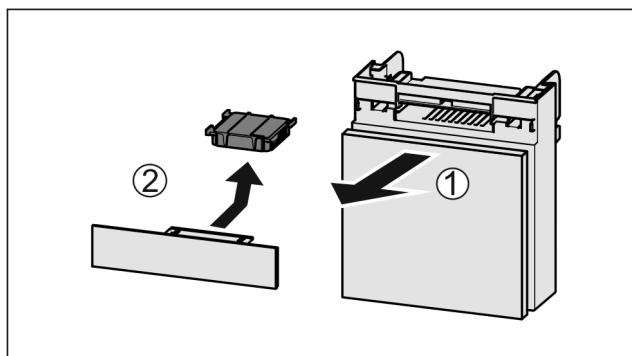

Fig. 168
- Extraire le compartiment par l'avant Fig. 168 (1).
- Sortir le filtre à charbon actif Fig. 168 (2).